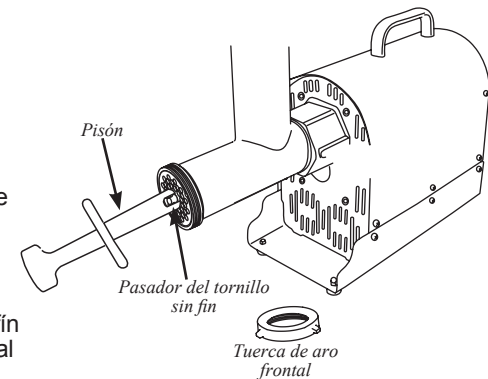

FIGURA 14
2. Coloque el extremo de la manivela del prensador en el pasador del sinfin. La abertura del prensador debería estar totalmente fija alrededor de la ranura del pasador (FIGURA 14).